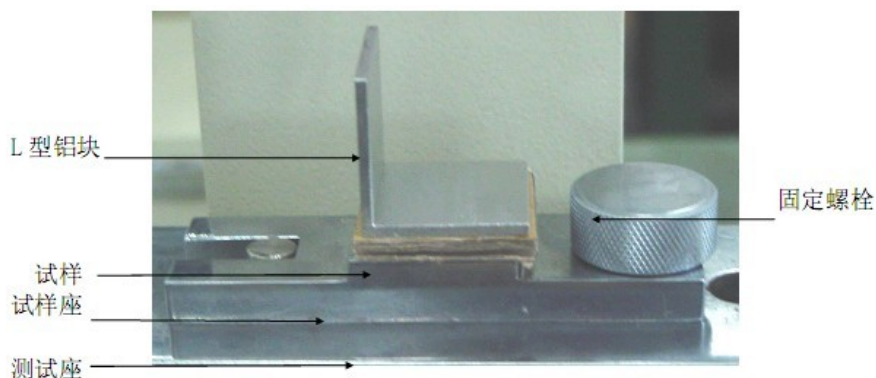

图 4
6.2.5. 将置务好的试样座之一置于测试座上, 并锁紧测试座固定螺母 (见图 4)。